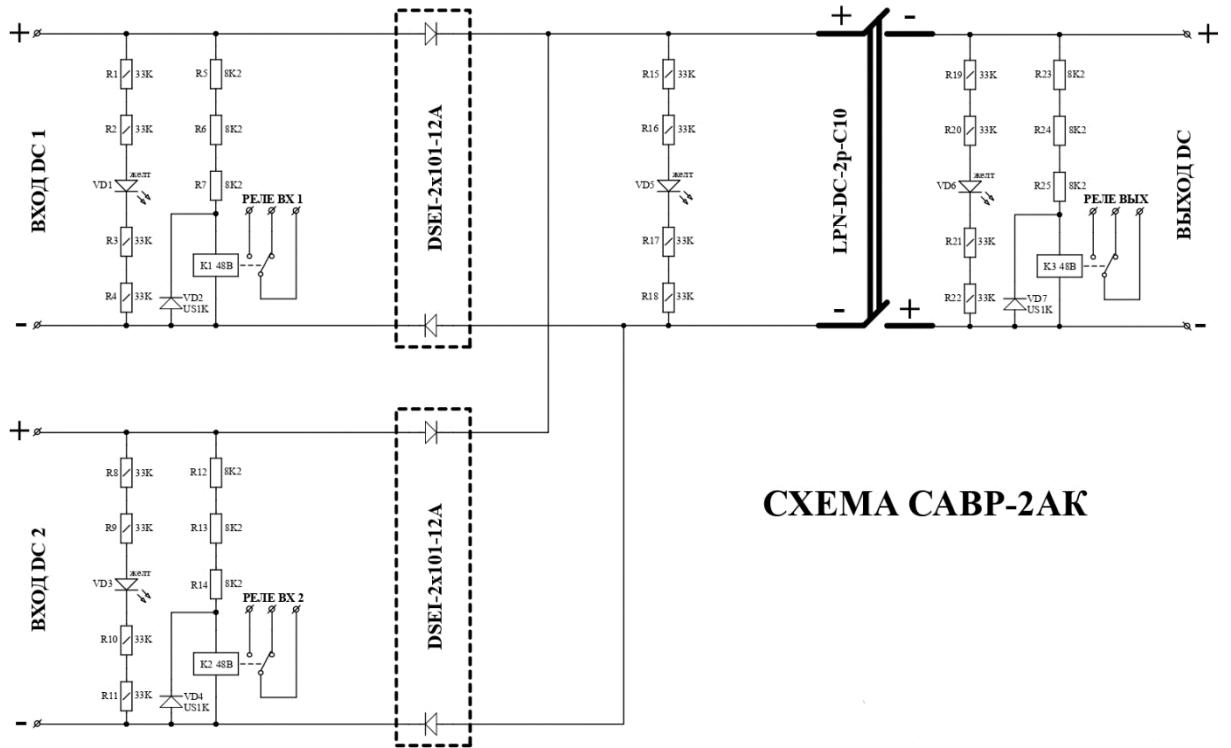

Рисунок 3 Схема подключения CABP с общим анодом и общим катодом.
- схема с общим анодом и общим катодом смотри рисунок 3.